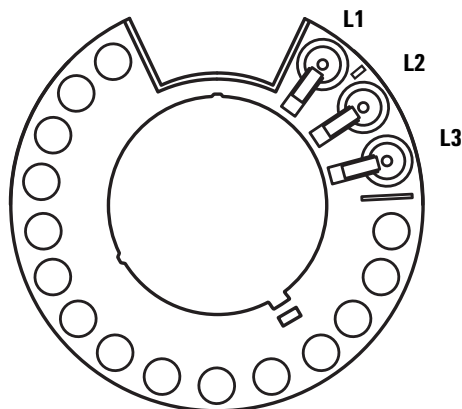

Figure 25 Positions L1, L2 et L3 de la tourelle de transfert (vue de dessus)
- 2 Retirez les flacons se trouvant éventuellement aux positions L1, L2 et L3 de la tourelle de transfert des deux tours (voir Figure 25).